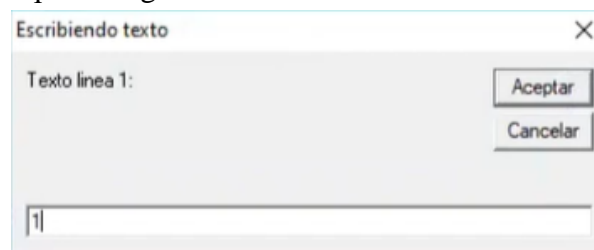

Figura 228. Nombre del texto.
70. Presionar clic en uno de los vértices. En la ventana desplegada, introducir el nombre del vértice y presionar “Aceptar”. Figura 228.